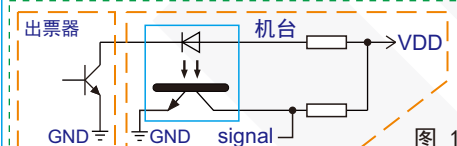

图 1
- 1、出票器输出信号的电路为三极管集电极或者MOS管漏极开路输出方式，建议用户设计接口电路时使用光耦接收信号（如图1）；